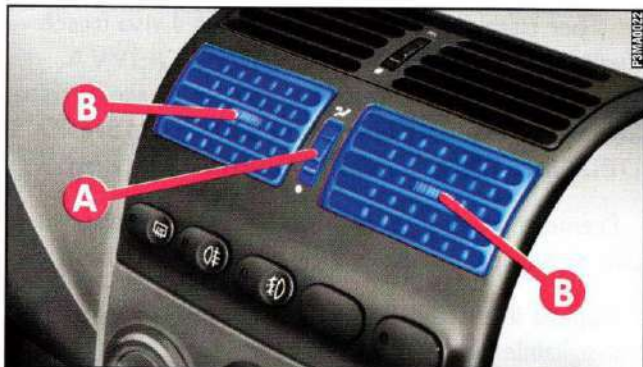
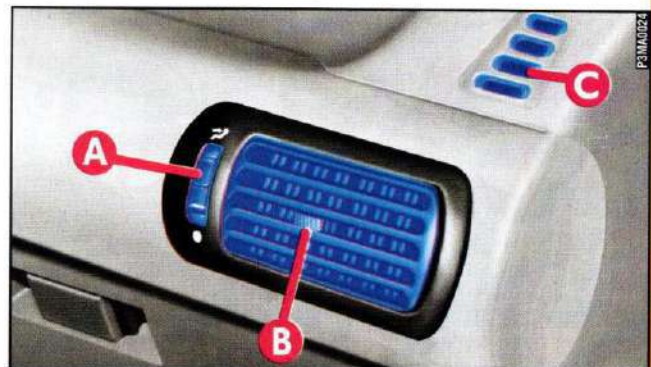

fig. 30
fig. 31
## DIFFUSORI ORIENTABILI E REGOLABILI fig. 30 e fig. 31
**C** - Diffusore fisso per vetri laterali **fig. 31**.